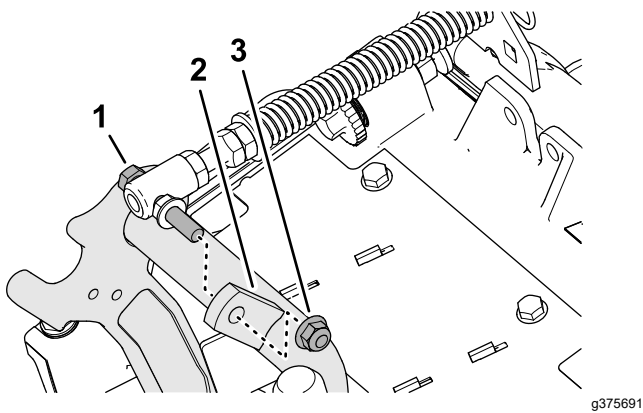

Рисунок 9
3. Отверните фланцевую контргайку ( $\frac{3}{8}$  дюйма), которая крепит колпачковый винт пружины компенсации состояния грунта к правому выступу несущей рамы, и снимите пружину компенсации с режущего блока (Рисунок 9).